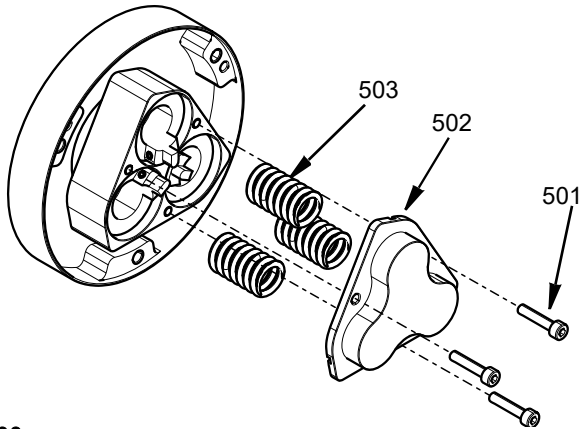

図 32
13. スプリング (503) をピストンに挿入し、シリンダーカバー (502) をスプリングにかぶせて、3 本の M4 ネジ (501) でシリンダーハウジングに固定します。29.2 in-lbs (3.3 N•m) のトルクで締めます。以下を参照してください：図 32 を参照ください。